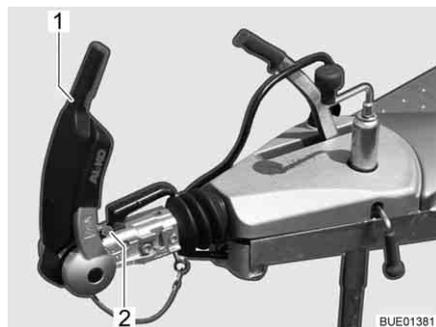

Fig. 208 Indicatore guarnizioni di attrito davanti e dietro
- Aprire la maniglia di stabilizzazione (Fig. 208,1).
Il controllo avviene mediante l'indicatore che si trova davanti alla maniglia del gancio (Fig. 208,2).